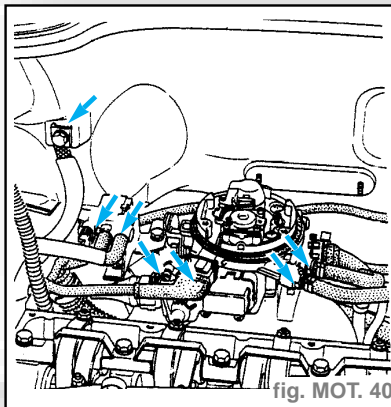

fig. MOT. 40
- Débrancher les connectiques du boîtier papillon (fig. MOT. 40).